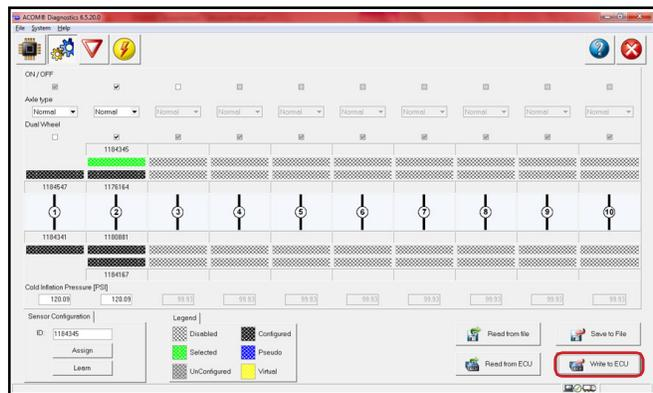

Figure C17 - Transférer à ECU
12. Cliquer WRITE TO ECU. Voir Figure C17.